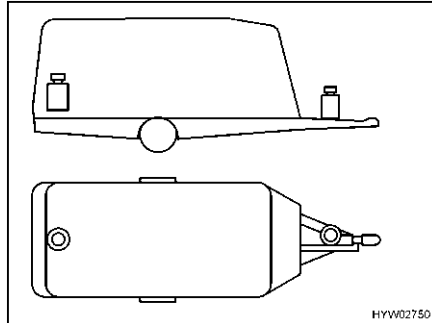

Bild 8 Falsche Gewichtsverteilung
**Falsch beladen** Auseinander liegende Lasten (Bild 8) ergeben Schleuderneigung.